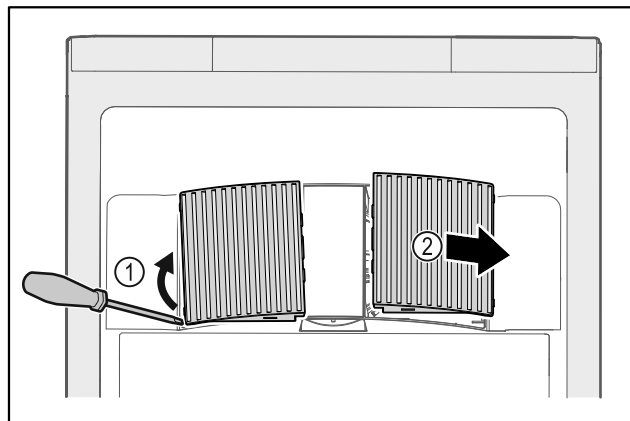

Fig. 199
► Осторожно подденьте крышки вентилятора сбоку Fig. 199 (1) и снимите их движением вперед Fig. 199 (2).